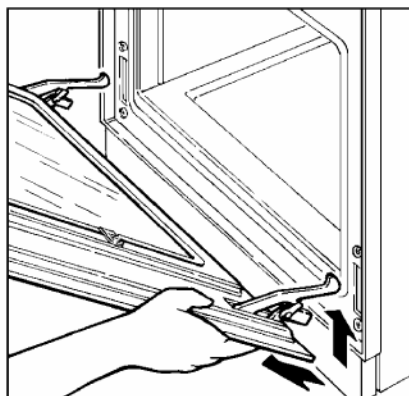

Abb. 5
- die Tür etwas heben und herausziehen (Abb. 5).